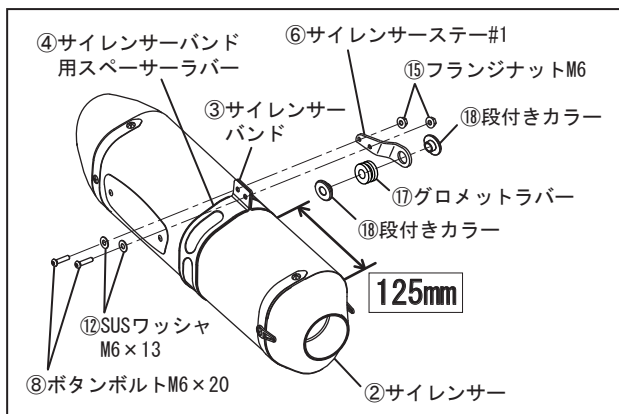

FIG. 10
8. ⑥サイレンサーステー#1に⑰グロメットラバーと⑱段付きカラーを取り付けて下さい。次に、③サイレンサーバンドに④サイレンサーバンド用スペーサーラバーを取り付けてから②サイレンサーに通し、⑧ボタンボルトM6×20、⑫SUSワッシャM6×13、⑮フランジナットM6を使用して、サイレンサーカバー前端から125mmの位置で⑥サイレンサーステー#1を仮締めして下さい。(FIG. 10, 11 参照)